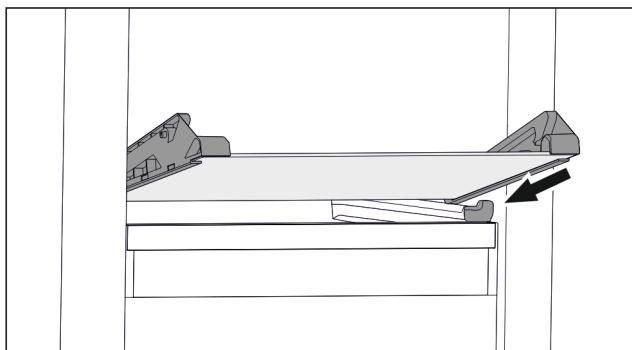

Fig. 71 Staklena ploča nagibne ladice
- Stavite ladicu ukoso iza zaustavljača. (pogledajte Fig. 71)